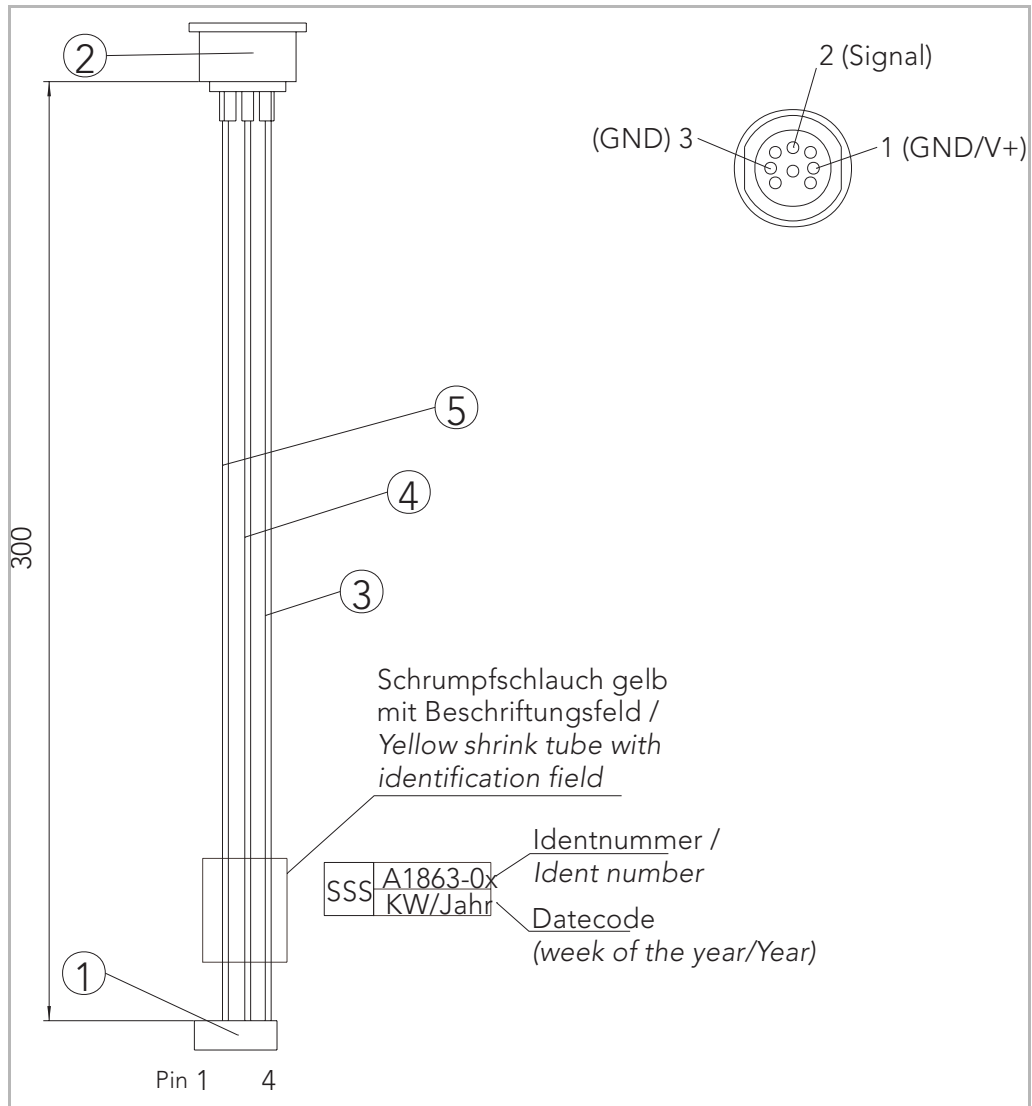

Abb. 3: Singlestart-Anschluss mit 8poliger Buchse (A1863).
3. Kanten-Schutzblech mit den Klebestreifen wie abgebildet ankleben (Abb. 3).